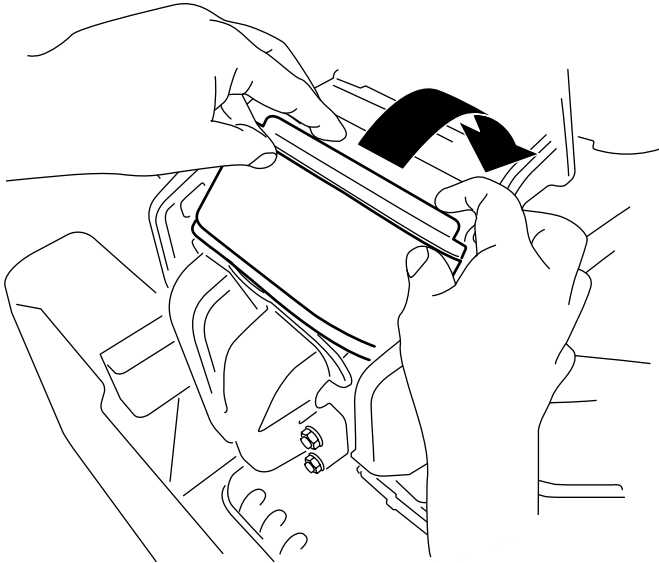

Bild 44
3. Drehen Sie den Filter nach unten in die Kammer und führen ihn vollständig gegen den Verteiler ein (Bild 44).